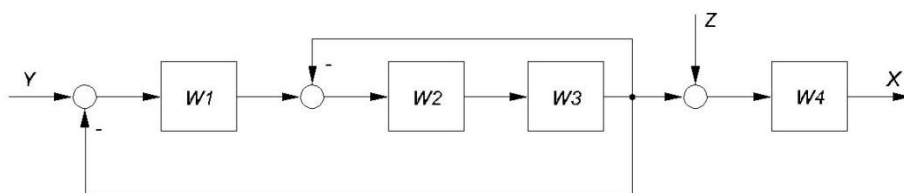
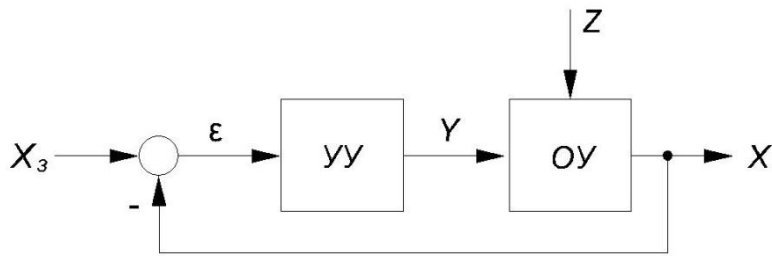

Рис. 9.1. Структурная схема объекта управления (ОУ)
Рис. 9.2. Структурная схема замкнутой системы управления
Замкнутыми называются автоматические системы управления, имеющие замкнутую цепь воздействий (обратную связь) при помощи которой на вход управляющего устройства передается контрольное значение управляемой величины (контрольное воздействие). Структурная схема замкнутой системы управления приведена на рис. 9.2.
В настоящей работе рассматривается система управления сложным объектом, структурная схема которого изображена на рис. 9.1. Структурная схема замкнутой системы управления приводится на рис. 9.2. Система управления состоит из объекта управления (ОУ) и регулятора (УУ), охваченных отрицательной ОС.
В созданном М-файле составить математическое описание объекта управления (рис. 9.1). Модель должна воспроизводить заданную алгоритмическую структуру объекта. Используется подход к математическому описанию систем, основанный на функции CONNECT (аналогично лабораторным работам № 4-5).
10. В созданном М-файле составить математическое описание замкнутой системы управления (см. рис. 9.2, 9.3). Модель должна воспроизводить заданную алгоритмическую структуру системы управления. Используется подход к математическому описанию систем, основанный на функции CONNECT. В качестве исходных настроечных параметров ПИ-регулятора примем  $K_P = 1$  и  $T_I = 10$ .